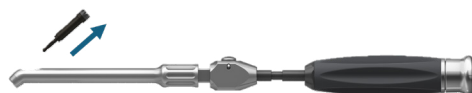

Figura 21
2. Retire la punta de fresa del vástago externo de la llave acodada (Figura 21).